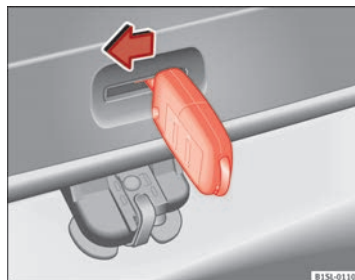

Fig. 135 Depuis le coffre à bagages : déverrouillage de secours du hayon.
- Introduisez le panneton de la clé dans l'ouverture du hayon ⇒ fig. 135 et appuyez sur le levier de déverrouillage dans le sens de la flèche pour déverrouiller le hayon. ■